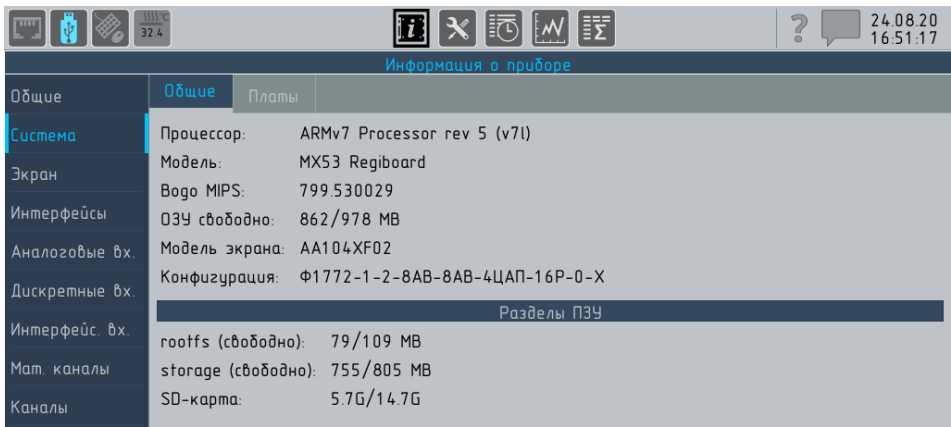

Рисунок 7.2 – Информация о приборе. Раздел "Система", вкладка "Общие"
- ▶ "Общие" – сведения постоянной части (мЦП, экран) (см. рисунок 7.2);